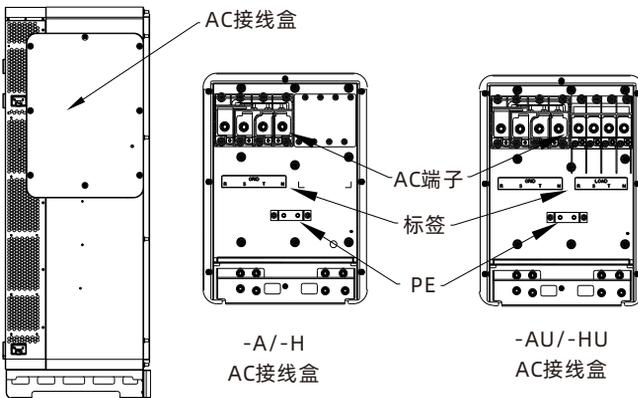

图 6.2 AC 端子接线位置及示意图
1. 打开机器AC接线盒盖板，AC接线盒盖板位置如图6.2所示；
2. 将交流侧功率地线连接至AC接线盒内地排上，AC接线盒内部接地铜排位置如图6.2所示；
3. 根据标签说明完成主功率线缆连接，标签和AC端子位置如图6.2所示。